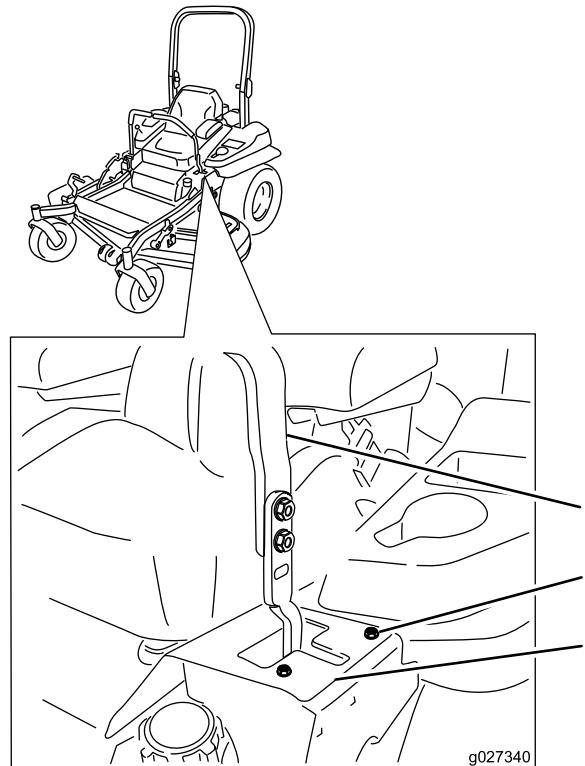

Figure 63
6. Si elle se déporte à droite, desserrez les boulons et déplacez la plaque de butée gauche en arrière sur la fente en T gauche, jusqu'à ce que la machine se déplace en ligne droite (Figure 63).
7. Si elle se déporte à gauche, desserrez les boulons et déplacez la plaque de butée droite en arrière sur la fente en T droite, jusqu'à ce que la machine se déplace en ligne droite (Figure 63).
8. Serrez les boulons de la plaque (Figure 63).